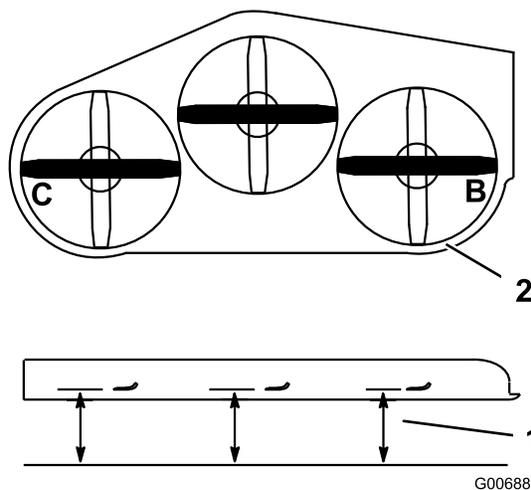

**Figura 110**
- Instale o conjunto do casquilho/lâmina no eixo (Figura 110).